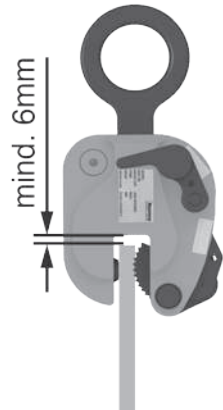

Abb. 19: Abstand
- Sorgen Sie (wenn möglich) für einen Abstand von ca. 6 mm zwischen Werkstück und Hebeklemme (Abb. 19). Es wird empfohlen, diesen Abstand einzuhalten, denn er verlängert die Lebensdauer der Hebeklemme.